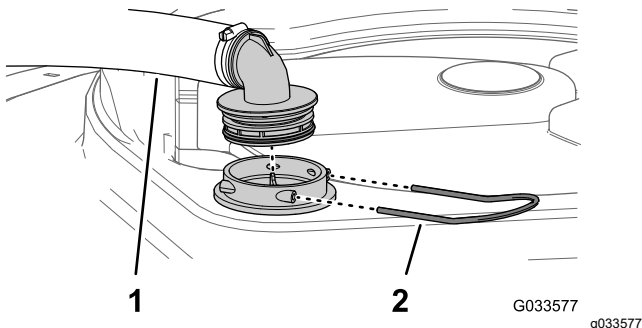

図 144
2. タンク上部で、フィルタハウジングからの太いホースについているフィッティングを固定しているリテーナを外す 図 144。
3. フィルタハウジングからホースとフィッティングを取り外す 図 144。